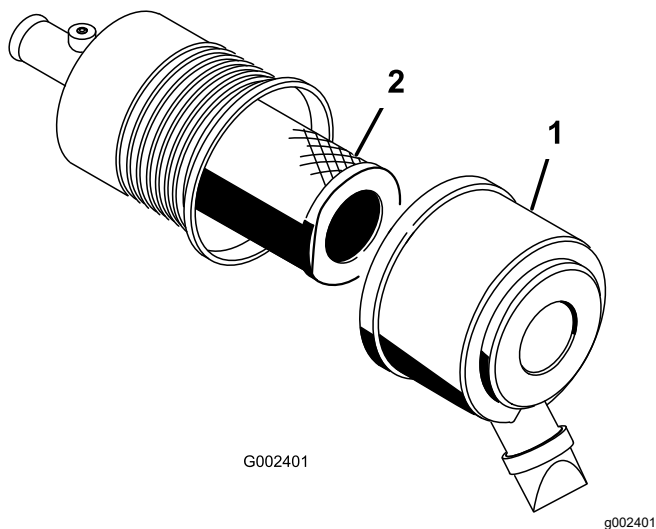

Рисунок 50
2. Отпустите защелки, фиксирующие крышку воздухоочистителя на его корпусе (Рисунок 50).
3. Снимите крышку с корпуса воздухоочистителя (Рисунок 50).
5. Снимите и замените фильтр (Рисунок 50).